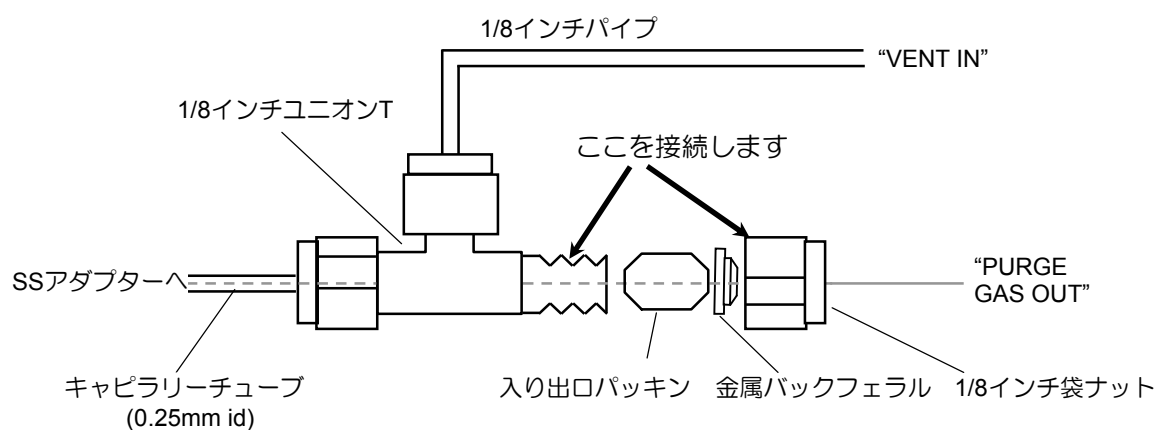

Fig. 3.6 キャピラリーチューブの 1/8 インチユニオン T への固定
- ④ アダプターチューブとパージガスベントチューブを接続します。
- ⑤ キャピラリーチューブに入り出口パッキン、バックフェラル、1/8 インチ袋ナットを通し、1/8 インチユニオンTに接続します（Fig.3.6 参照）。ナットを締めるとキャピラリーチューブは 1/8 インチユニオンT に固定されます。